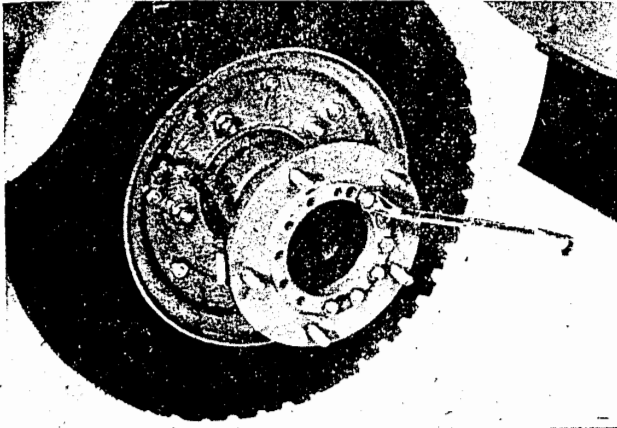

Bild H 7. Demontage des Radflansches
(1) Sechskantmutter
(2) Radmuttern
9. Die beiden Radflansche an den Radnaben nach dem Lösen und Herausnehmen der jeweils 12 Sechskantschrauben abdrücken und abnehmen (Bild H 7).